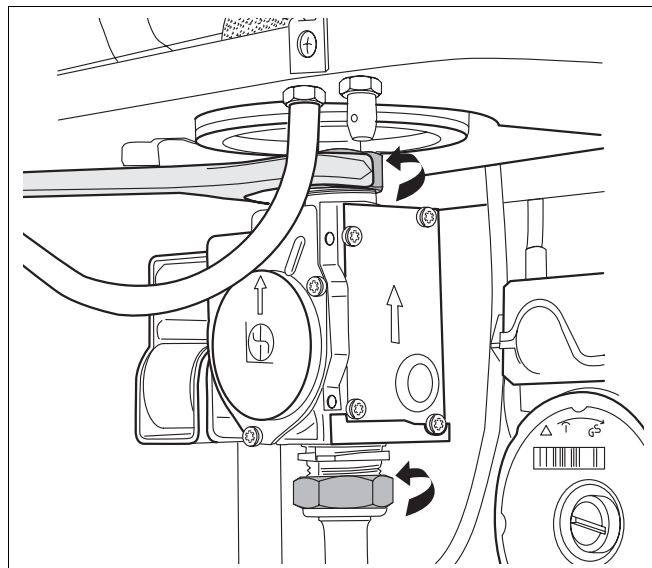

Fig. 26 Înlocuirea ventilului arzătorului de gaz
- Se desfac mufele de la ștuțurile conductelor (Fig. 26).